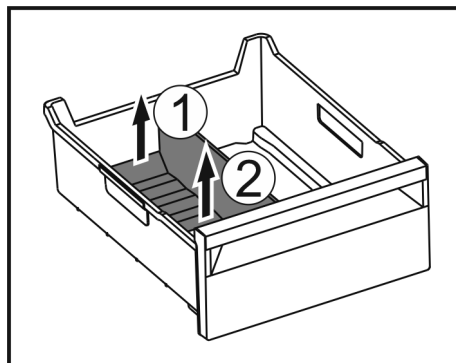

Fig. 126
- ▶ Sollevare la parte posteriore del divisore dello scomparto del ghiaccio. Fig. 126 (1)
- ▶ Rimuovere il divisore dello scomparto del ghiaccio verso l'alto. Fig. 126 (2)